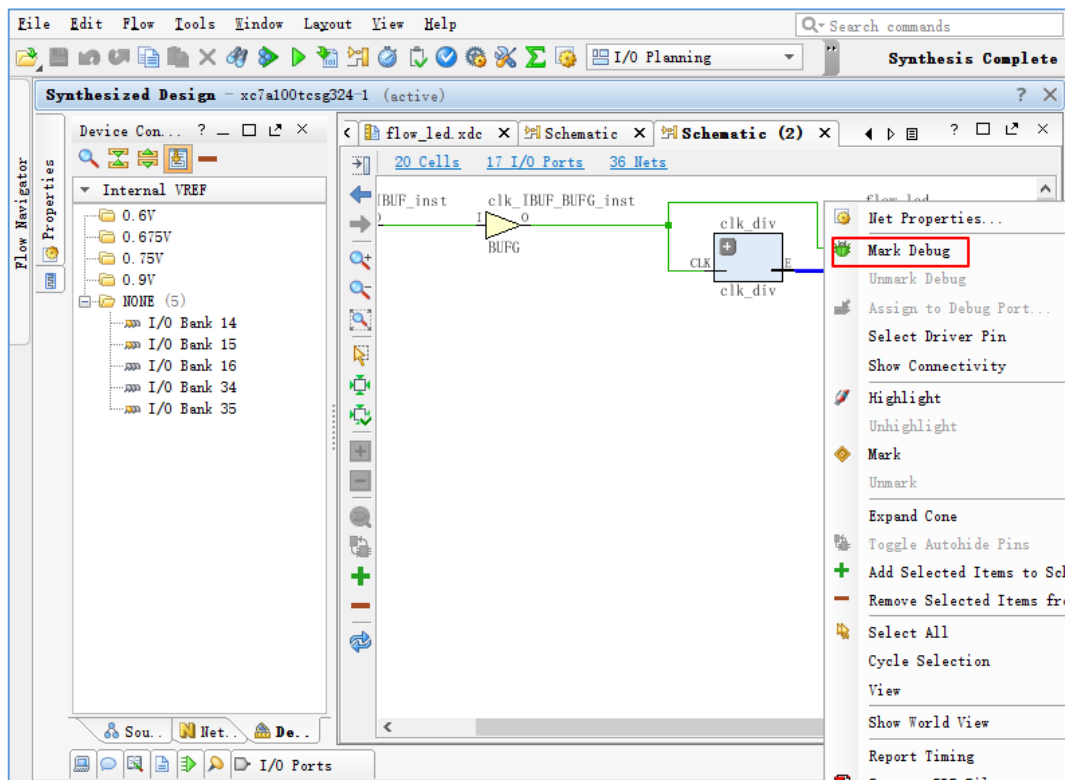

图 4.129 Mark Debug 标签
1. 我们先 Mark 流水灯模块的输入线。如图 4.129 所示，在“Schematic”标签页中，点击左侧工具栏中的放大镜图标，将电路图放大到合适大小。找到“clk_div”模块和“flow_led”模块之间的连线“clk_pulse”，选中后右击，选择“Mark Debug”。